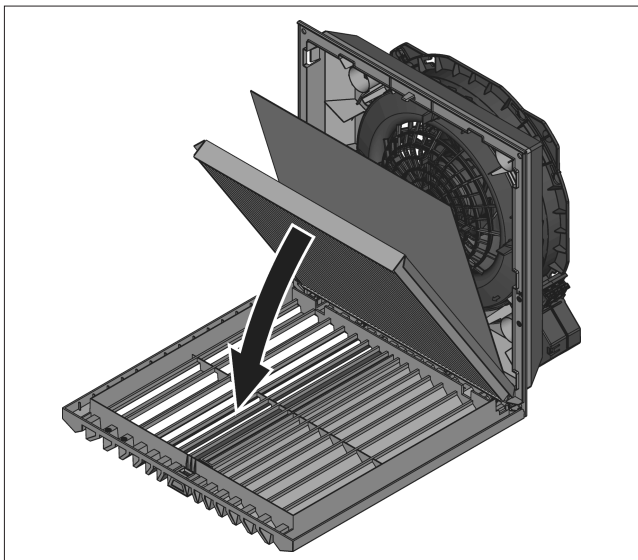

图 13: 安装 IP55 折叠过滤垫
- 仅适用于 IP55：将随 IP55 折叠过滤垫提供的吸附垫放在已装入的折叠过滤垫上（参见图 13）。吸附垫的安装方向随意。